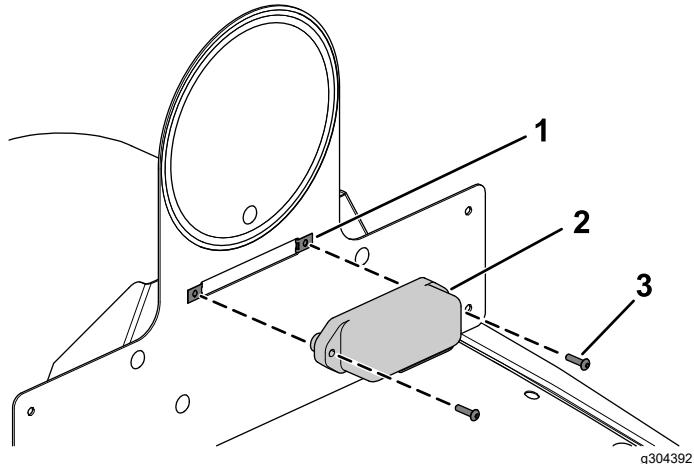

Figura 39
11. Ligue a cablagem à luz da placa da matrícula (Figura 39).
12. Prenda a luz de matrícula à montagem da placa de velocidade montada utilizando duas porcas de velocidade instaladas em Figura 26 e dois parafusos de cabeça de tremoço (n.º 10 x $\frac{3}{4}$ pol.) como se mostra na Figura 39.